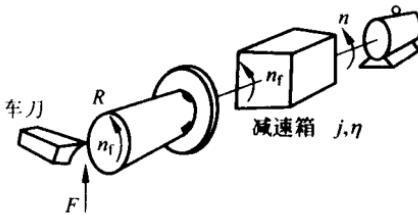

图 2.1
2.1 如图 2.1 所示的某车床电力拖动系统, 已知切削力  $F=2000\text{N}$ , 工件直径  $d=150\text{mm}$ , 电动机转速  $n=1450\text{r}/\text{min}$ , 减速箱